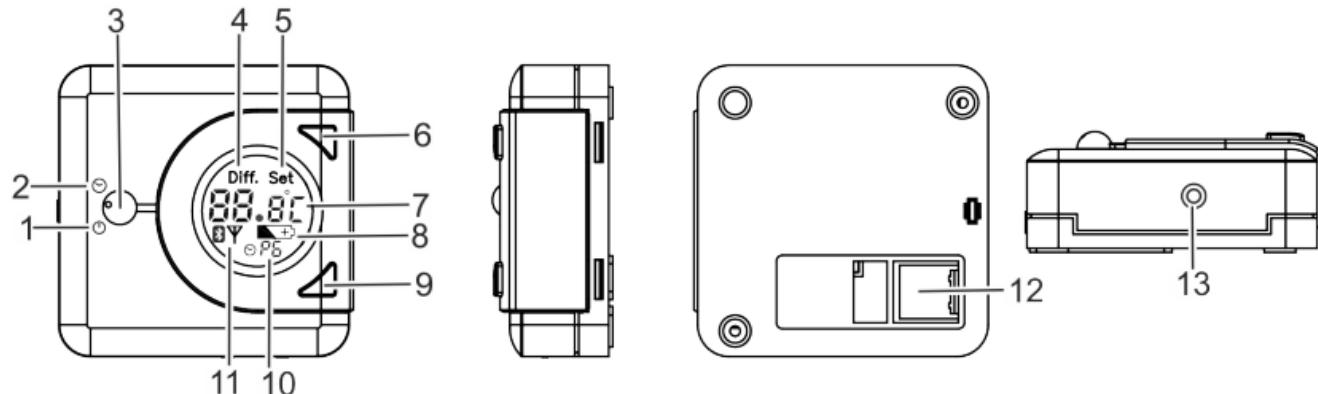

Fig. 1: Panoramica thermio™ essential smart
1. Appuyer sur l'interrupteur à bascule (Fig. 1/3) vers le bas et appuyer simultanément sur la touche haut (Fig. 1/6) pour activer le verrouillage des touches.
1. Appuyer sur l'interrupteur à bascule (Fig. 1/3) vers le bas pour mettre l'appareil en mode veille.